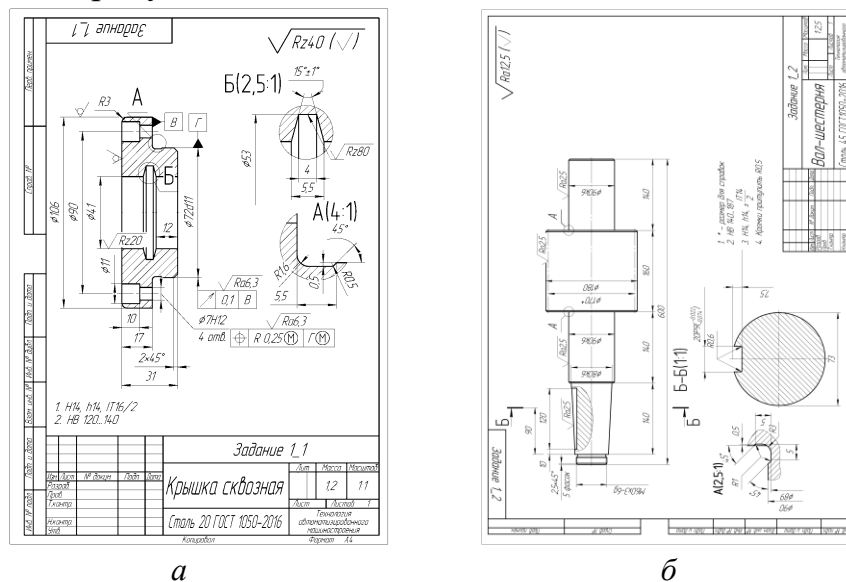

Рисунок 3 — Пример исходных данных к заданиям 1 и 3
- обработка канавки Б (рис. 3,а);
- обработка канавки А (рис. 3,б);